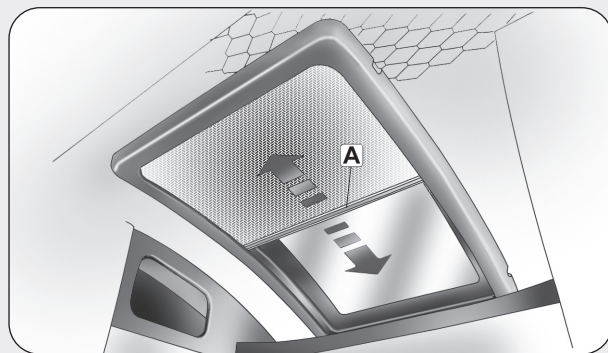

fig. 10
**Oblò panoramico fisso fig. 10**